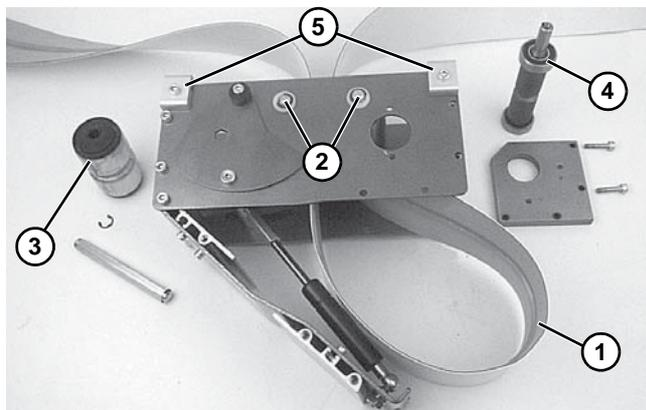

Figura 51
- Coloque el lanzo de la banda (Figura 51, artículo 1) en el módulo de transmisión entre las poleas locas superiores (Figura 51, artículo 2).
- Coloque la polea loca ranurada (Figura 51, artículo 3) en el lazo de la banda e instálela en el módulo de transmisión. Consulte “Extracción de la Banda del Módulo de Transmisión” en la página 20 y realice el paso 3 en el orden inverso.
- Coloque la polea loca (Figura 51, artículo 4) en el lazo de la banda e instálela en el módulo de transmisión. Consulte “Extracción de la Banda del Módulo de Transmisión” en la página 20 y realice los pasos 1 y 2 en el orden inverso. Apriete los tornillos (Figura 39, artículo 1) a 6,8 Nm.
- Instale el módulo de transmisión en el transportador y conecte las fijaciones (Figura 51, artículo 5) en cada esquina. Apriete los tornillos a 6,8 Nm.